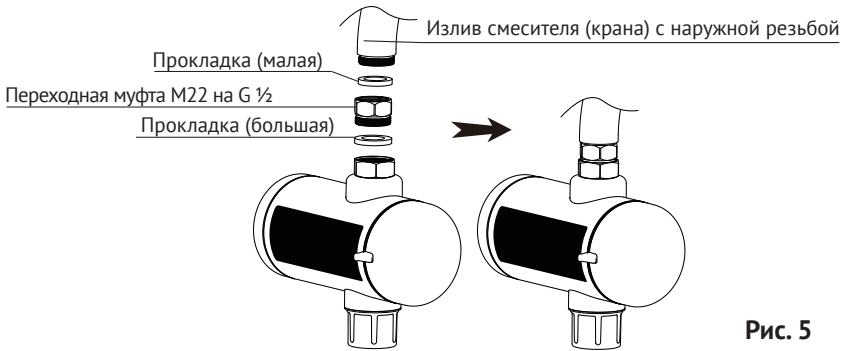
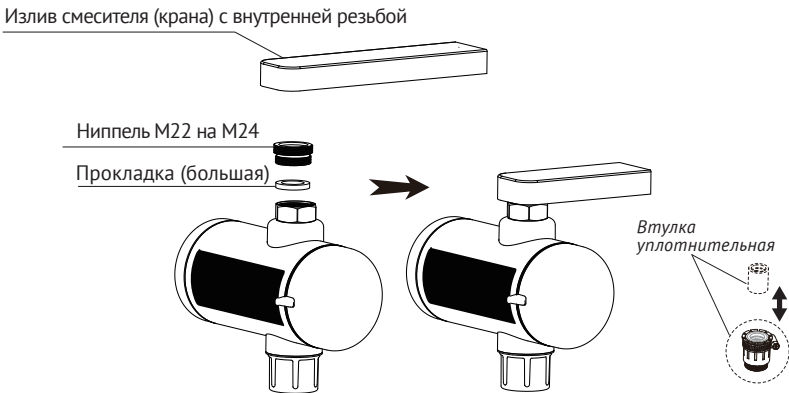

Рис. 5
Рис. 6
В зависимости от конструкции излива (с сетчатым аэратором или без), а также способа соединения аэратора (наружная резьба или внутренняя), возможны три способа установки крана-водонагревателя (см. рис. 5, 6, 7).
2. В зависимости от расположения резьбы на выходном отверстии излива (внутренняя или наружная), используете подходящие переходные муфты и прокладки. Схема установки и порядок действий при монтаже на излив с наружной резьбой показана на рис. 5, а для внутренней резьбы - рис. 6.